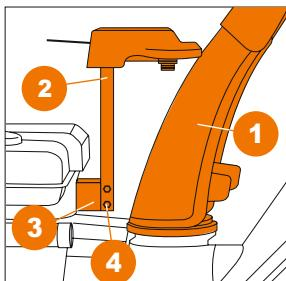

Рис. 8
- ё Установите желоб выброса (1) на отверстие выброса снега на корпусе снегоуборщика (Рис. 8).
- ё Закрепите поддерживающую штангу (2) к специальному кронштейну (3) на корпусе снегоуборщика с помощью двух болтов (4) (Рис. 8).